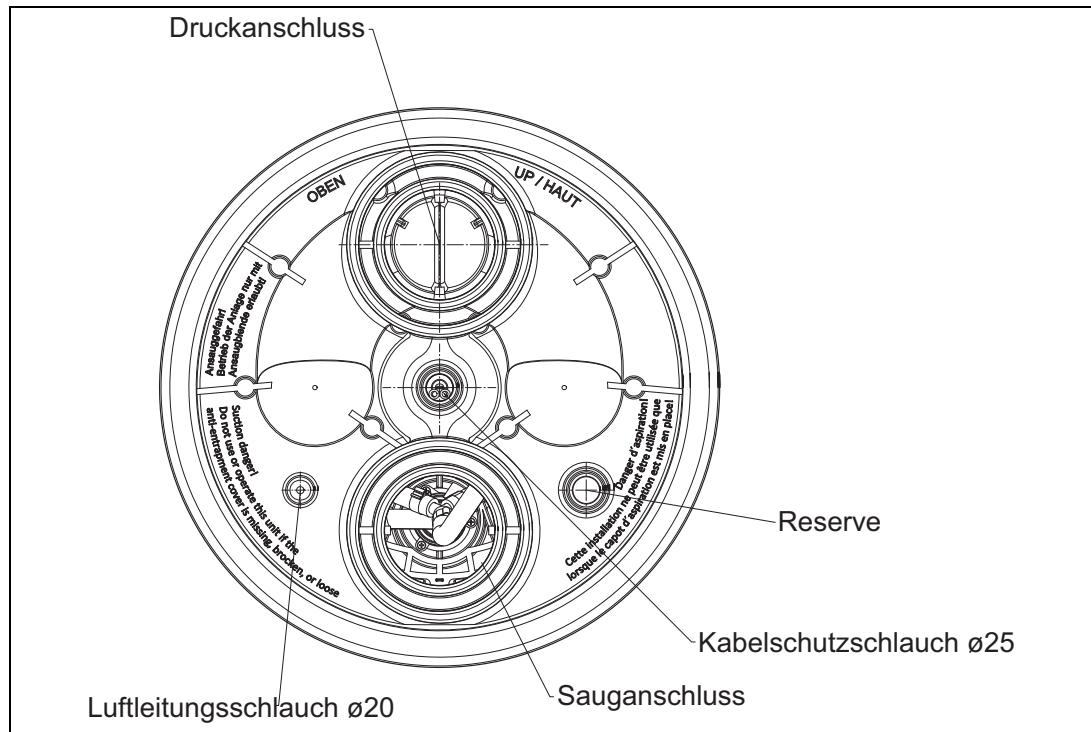

Abb.9
1. Einkleben des Kabelschutzschlauches und des äußeren Luftpfeilungsschlauches (Abb. 9).